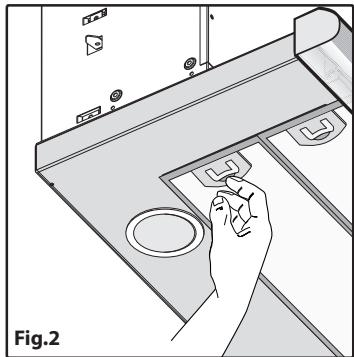

Fig.2
- Haal de filters/vetfilters uit het apparaat om het beter te kunnen bewegen (Fig.2).